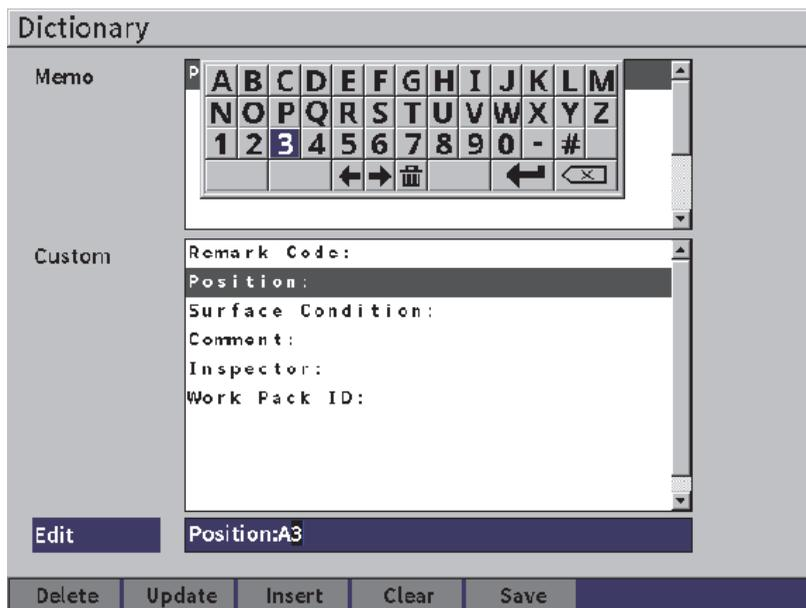

図 9-21 メモ辞書ページ – ラベルの編集
7. 仮想キーパッドと調整ノブを使用して文字（32 文字以内）を入力し、Enter キーを押します（146 ページの図 9-21 参照）。